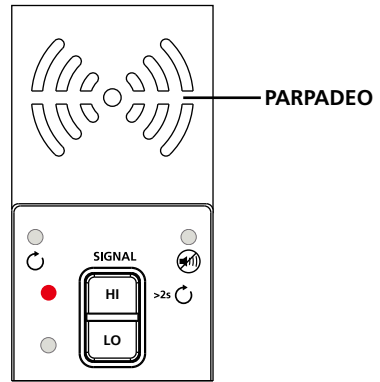

Figura 3.1c: Indicador del transmisor que muestra la señal en el modo ALTO
3. Seleccione el modo de señal presionando HIGH (ALTO) para la mayoría de las aplicaciones. El transmisor aparecerá como se muestra en la Figura 3.1c. El LED comenzará a parpadear rápidamente.